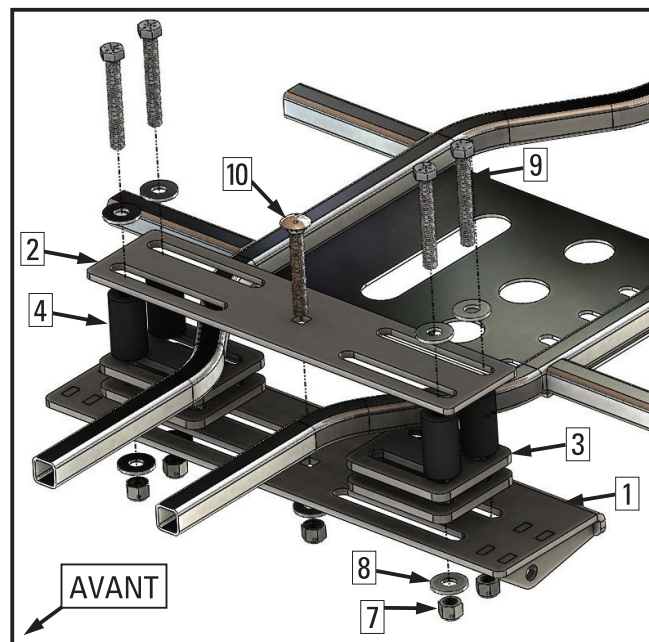

Figure 12: Installation du Cadre Sportif
- 5) Installer sans serrer la plaque supérieure de montage (2), 4 plaques entretoises (3) et la plaque inférieure de montage (1) avec les entretoises en caoutchouc (4), des boulons 3/8 " (9), 3/8 boulon de carrosserie (10), écrous (7) et les rondelles (8). Voir Figure 12.